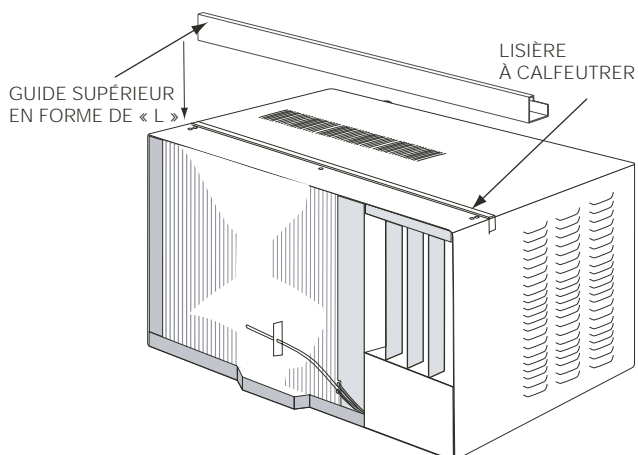

FIGURE 6 — EMBLEMMENT DU GUIDE SUPÉRIEUR
7. Coupez la lisière à calfeutrer (comprise) pour qu'elle corresponde à la longueur du guide supérieur. Conservez ce qui reste de la lisière à calfeutrer pour l'utiliser aux étapes 14 et 22. Enlevez l'endos et collez un côté de la lisière sur le guide supérieur (compris), tel qu'illustré à la Fig. 6. Utilisez les vis de $\frac{1}{4}$ po (0,625 cm) (comprises) pour